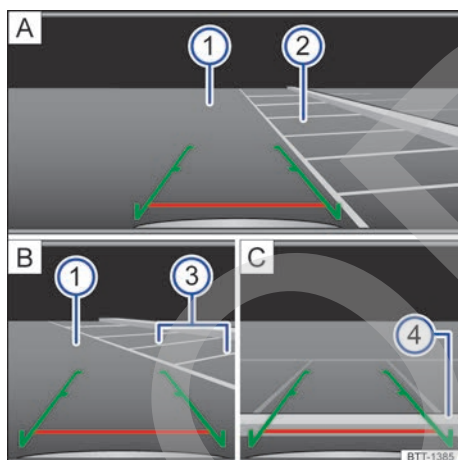

Fig. 115 Visualización en la pantalla del sistema de infotainment: aparcar con el asistente de marcha atrás.
### Leyenda de la fig. 115:
2. Sitúe el vehículo delante del hueco de aparcamiento → fig. 115 **A** ②.
4. Retroceda lentamente a la vez que gira el volante de manera que las líneas laterales verdes se introduzcan entre las líneas de delimitación del hueco de aparcamiento seleccionado → fig. 115 **A** ③.
5. Oriente el vehículo en el hueco de aparcamiento seleccionado de manera que las líneas laterales verdes coincidan con las líneas de delimitación laterales → fig. 115 **B** ③.
6. Detenga el vehículo, como muy tarde, cuando la línea horizontal roja haya alcanzado la delimitación trasera, p. ej., el bordillo de la acera → fig. 115 **C** ④.